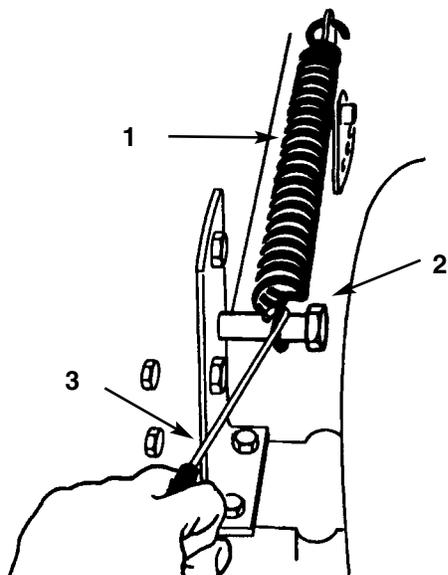

Fig. 38
4. Togliere dal bullone di fermo (Fig. 38) la molla di agevolazione del sollevamento per l'altezza di taglio usando l'utensile della molla, fornito con la macchina. La molla è situata fra il telaio e la ruota posteriore destra.
13. Spostare la leva dell'altezza di taglio (sollevamento piatto di taglio) nella tacca "D". Agganciare nel bullone di fermo la molla di agevolazione del sollevamento per non smarrirla (Fig. 38).
15. Agganciare la molla di agevolazione del sollevamento sul bullone di fermo (Fig. 38). Usare l'utensile della molla, fornito con la macchina.